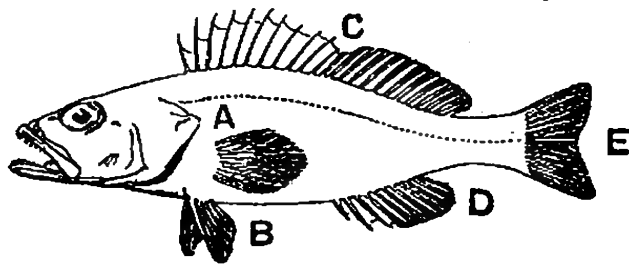

Fig. 233. — Poisson d'eau douce (perche).
10. Poissons d'eau douce. — Les principaux sont : la *carpe*, le *brochet*, la *truite*, la *perche* (fig. 233), la *lanche*, le *goujon*, le *gardon*, l'*ablette*, etc. On peut encore citer le *saumon*, qui habite la mer, mais qui, au printemps